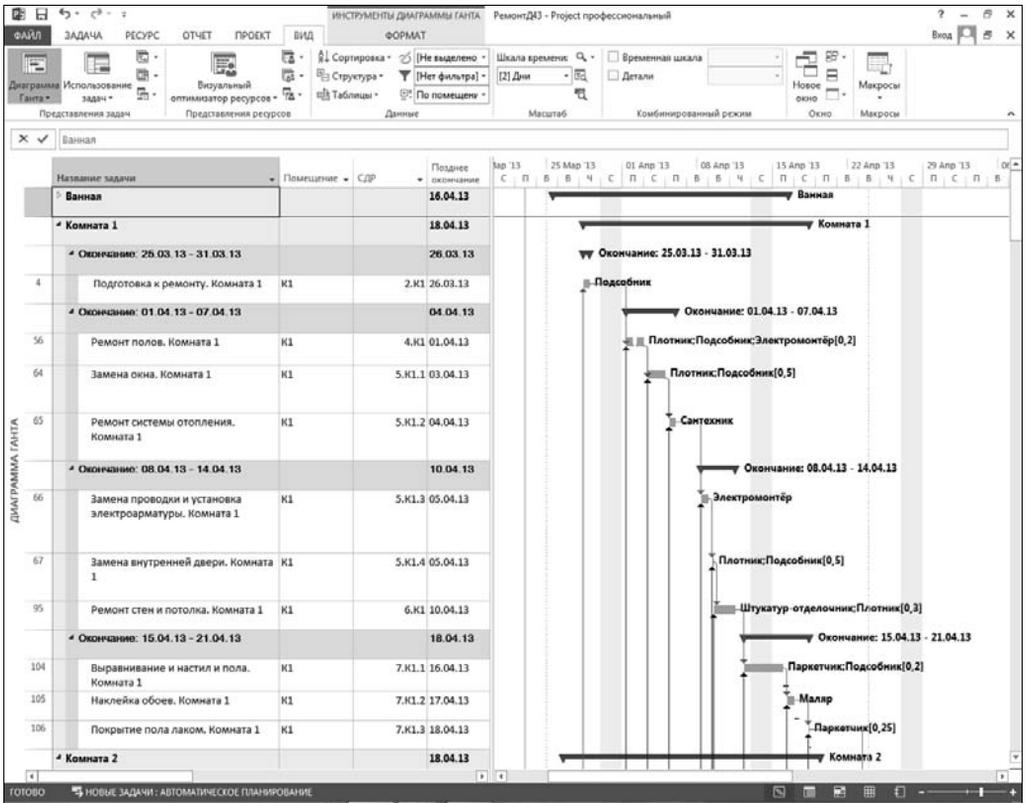

Рис. 7.2.7. Окно управления группировкой задач
2. Выбрать вкладку ленты меню **Вид**. В области **Данные** раскрыть список **Группировка** (по умолчанию в этом списке выбрано значение **Нет группы**) и выбрать в нем команду **Новая группировка**. В результате откроется окно, показанное на рис. 7.2.7.
4. Сформировать по аналогии с п. 3 описание второго уровня группировки во второй строке показанного на рис. 7.2.7 окна (в этом окне строка определена как **Затем по**). Выбрать для этого уровня группировки поле **Окончание** с группировкой по неделям (по аналогии с пп. 2–5 алгоритма 7.5) и выбрать для этого уровня группировки шрифт Arial высотой 9 пунктов.